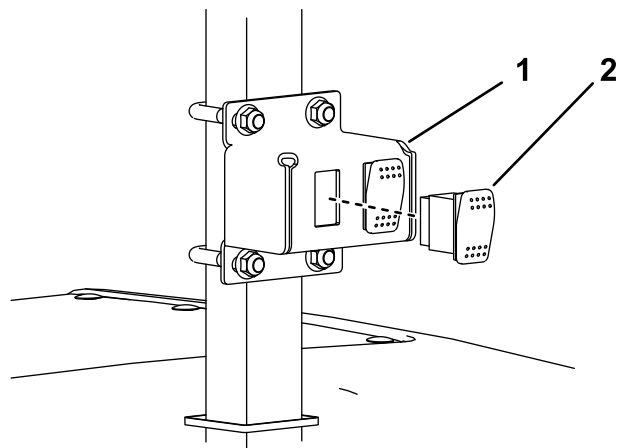

図 13
6. 図 13のように、ビーコンのスイッチをワークライトスイッチアセンブリに取り付ける。